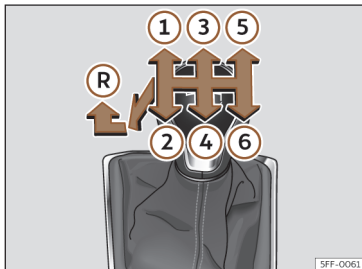

Fig. 120 Esquema de uma caixa de velocidades manual de 6 velocidades.
Na alavanca das velocidades indicam-se as posições das velocidades >>> **Fig. 120**.
• Com a alavanca das mudanças em ponto morto, pressione-a para baixo, mova-a para a esquerda até ao fim e depois para a frente para selecionar a marcha-a-trás >>> **Fig. 120** (R).